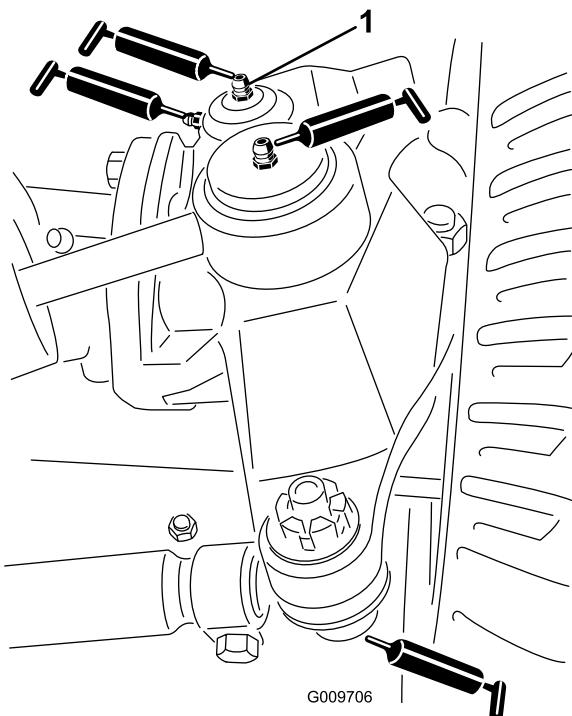

Figura 83
- Articulaciones esféricas del cilindro de dirección (2) (Figura 83)
- Articulaciones esféricas de las bielas (2) (Figura 83)
- Casquillos del pivote de dirección (2) (Figura 83). **El punto de engrase superior del pivote de dirección debe lubricarse solamente cada año (2 aplicaciones).**